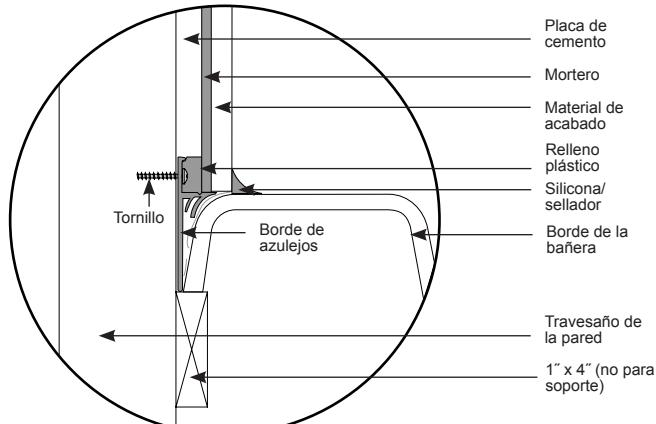

Figura 12 - Soporte
- 5** Coloque la bañera en el nicho. Atornille el borde al travesaño de madera. Es posible que necesite colocar cuñas a la unidad para cerrar cualquier brecha que exista entre el travesaño de madera y el borde (Figura 12).